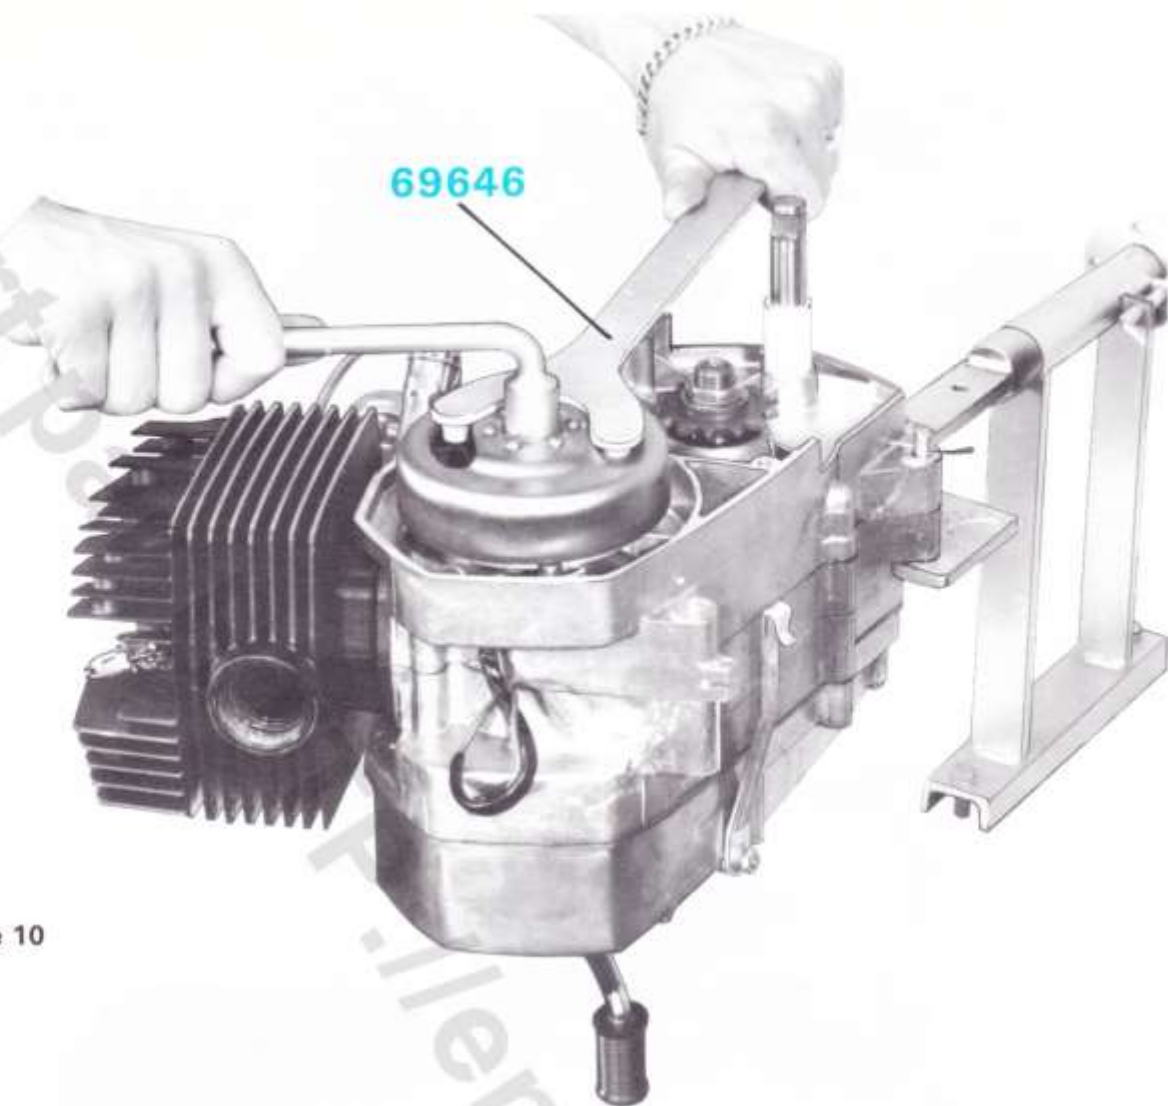

Figure 10
- Dévisser l'écrou en bout de vilebrequin à l'aide d'une clé à pipe de 16, en immobilisant le rotor avec l'outil n° 69646 (figure 10).